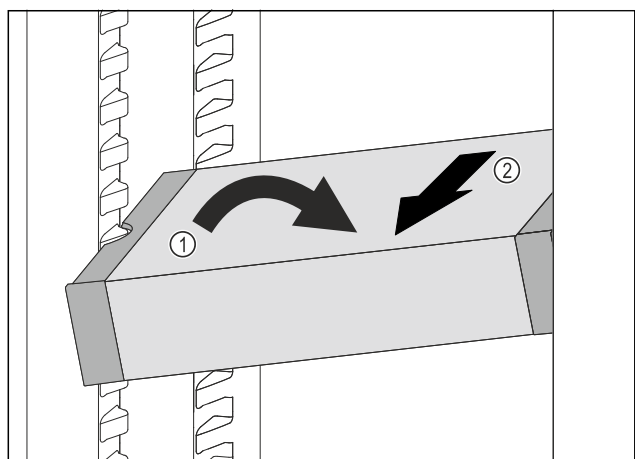

Fig. 58
- ▶ Встановити VarioSafe під кутом в охолоджувальному відділенні. Fig. 58 (1)
- ▶ Витягнути VarioSafe вперед. Fig. 58 (2)